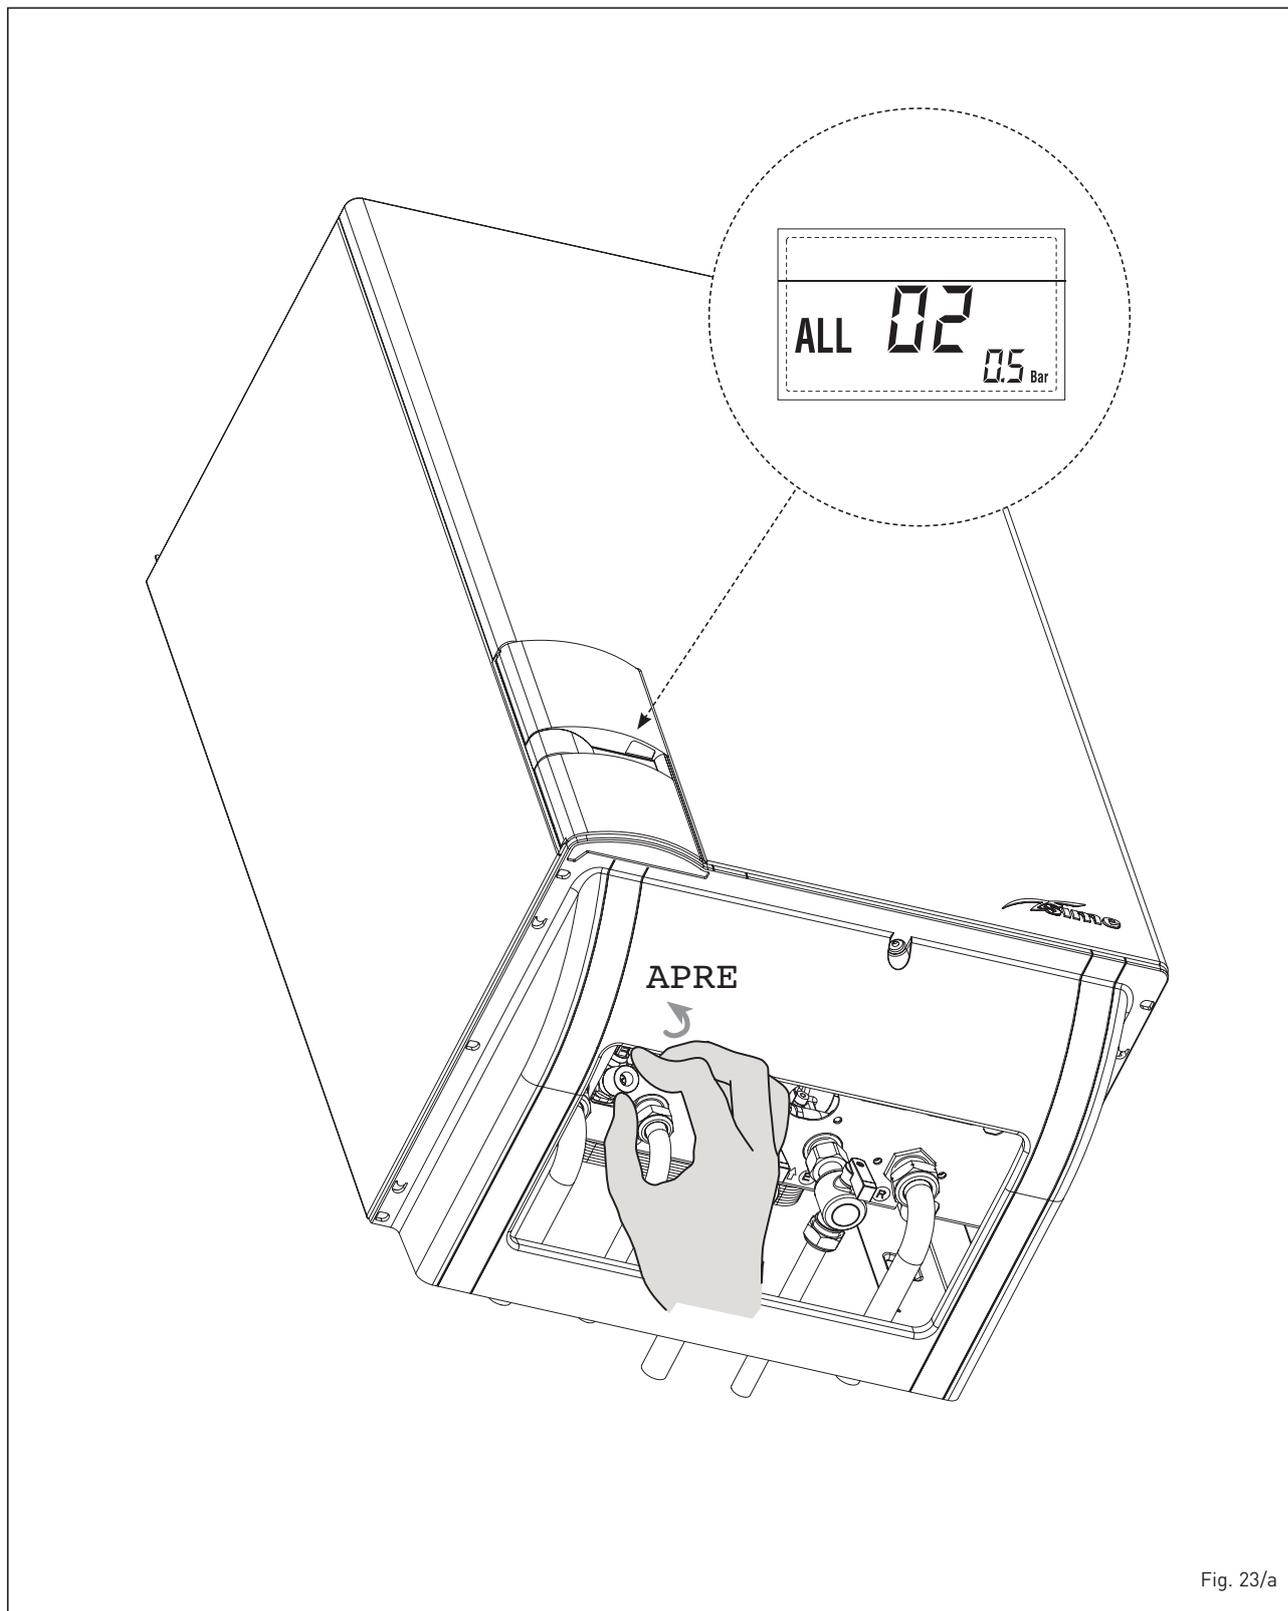

Fig. 23/a
– **“ALL 02” ANOMALIA BASSA PRESSIONE ACQUA (fig. 23/a)**